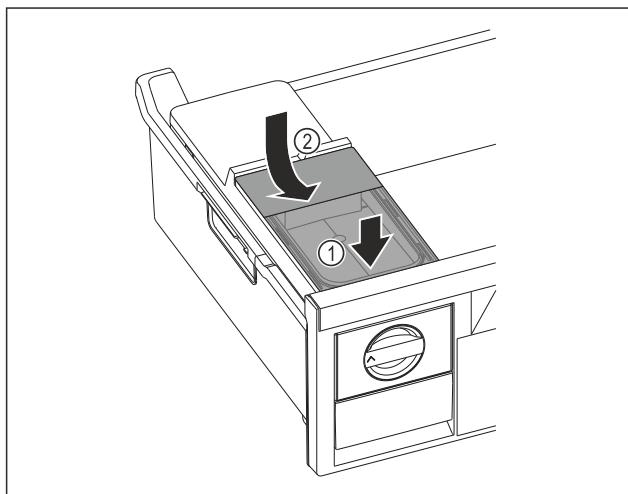

Fig. 122
- Установите бак для воды спереди. Fig. 122 (1)
- Опустите бак для воды сзади. Fig. 122 (2)